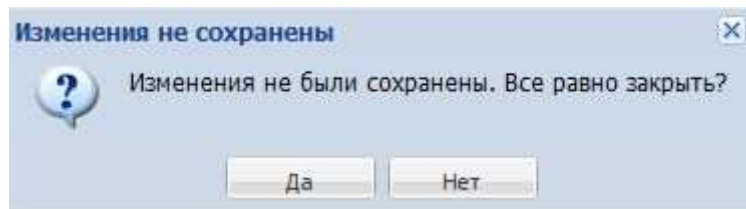

Рис. 10. Уведомление о несохраненных изменениях
- **сохранение** окон осуществляется нажатием на кнопку , при закрытии окна без сохранения пользователь будет уведомлен о наличии несохраненных изменений (Рис. 10);